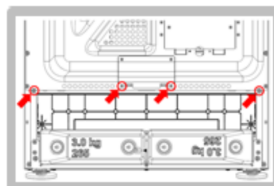

Fig. 1
1. Retirer la cuisinière - nécessite un accès par l'arrière du produit. Dévissez les 4 vis comme indiqué sur le dessin (voir figure 1).